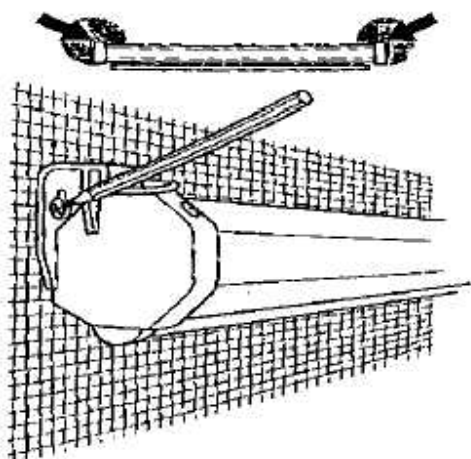

図 1
1. 巻き尺等を使用して、ケースキャップの後ろにあるキーホール(穴)の位置を壁にマークします。2. マークした場所に穴を開け、ボルトを挿入します。この際、ケースを取り付けるために、壁から4mm程度の間隙が残るようにします。(図1)